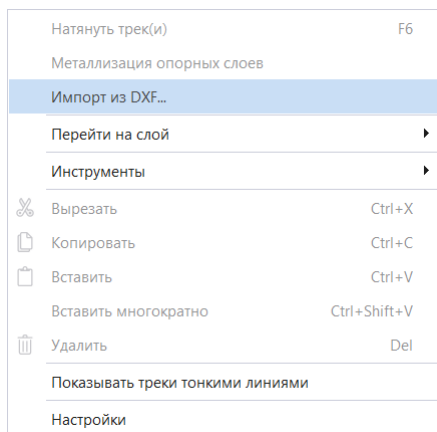

Рис. 42 Вызов импорта из контекстного меню
3. Воспользуйтесь пунктом «Импорт из DXF...» в контекстном меню, см. Рис. 42.